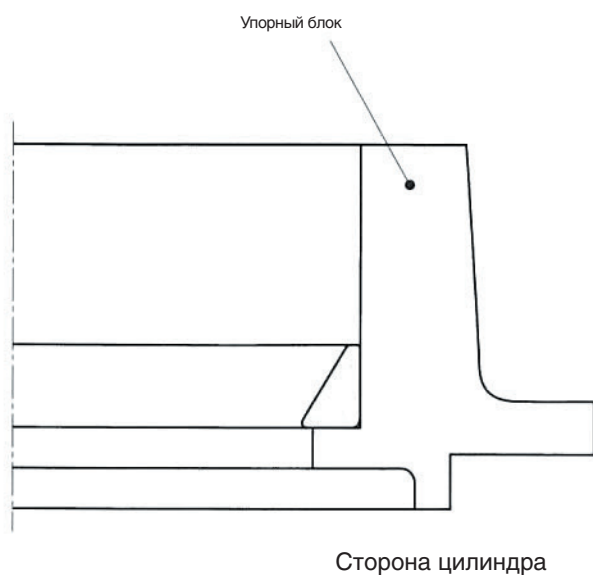
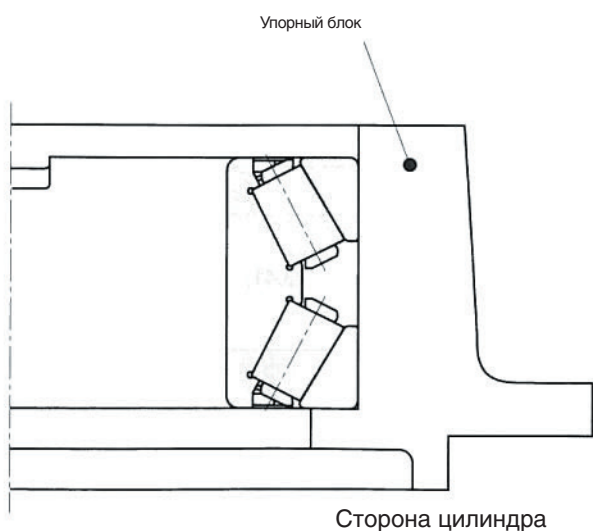

Рис. 3.33
Рис. 3.34
- (1) Установите упорный блок стороной цилиндра вала вниз.
- (2) Нанесите смазочный материал на поверхность отверстия упорного блока.
- (3) Нанесите смазочный материал на чашку с меткой А со всех сторон.
- (4) Поднимите чашку подъемным оборудованием и аккуратно установите ее в упорный блок. **(Рис. 3.33)**
- (5) Если чашка имеет проставку, нанесите смазочный материал на проставку и аккуратно установите ее в блок.
- (6) Нанесите смазочный материал на поверхность конического отверстия, на обе торцевые поверхности, поверхность качения роликов и на чашку с меткой В. Проверните сепаратор и ролики, чтобы равномерно распределить смазочный материал по беговой дорожке и поверхности бурта.
- (7) Установите чашку с меткой В на конический узел меткой А вниз, вверните проушины в четыре резьбовых отверстия сепаратора. Поднимите их и установите в упорный блок. **(Рис. 3.34)** Если сепаратор оконного типа, то используйте подъемное оборудование, как показано на **рис. 2.1**
- (8) Если подшипник не имеет проставки чашки, а предварительная нагрузка подшипника создается пружиной, то отрегулируйте зазор, как описано в **Параграфе 3.4.2.**
- (9) Установка (снятие) крышки держателя. В зависимости от назначения прокатного стана крышка держателя может иметь различную форму. Установите (снимите) крышку в соответствии с указаниями производителя прокатного стана.